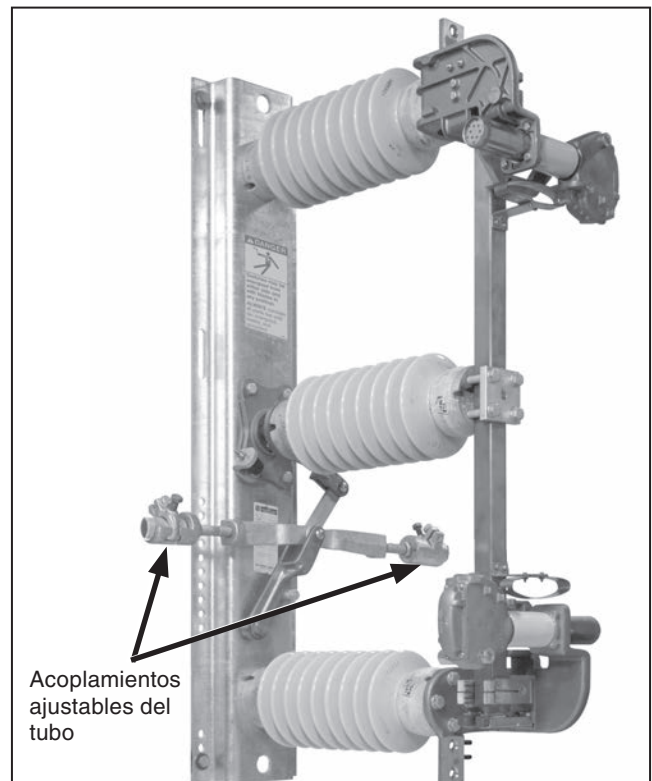

Figura 3. Sujeción de los acoplamientos del tubo al mecanismo de palanca del interruptor.
PASO 2. Sujete los acoplamientos del tubo al mecanismo de palanca de cada polo del interruptor. Cada mecanismo de palanca incluye un espaciador de $\frac{1}{4}$ de pulgada y un espaciador de $\frac{3}{4}$ de pulgada. Utilice una o ambos espaciadores, dependiendo del número y el tipo de acoplamiento(s). Vea la Figura 3, así como la etiqueta de instrucciones sujeta al mecanismo de palanca.